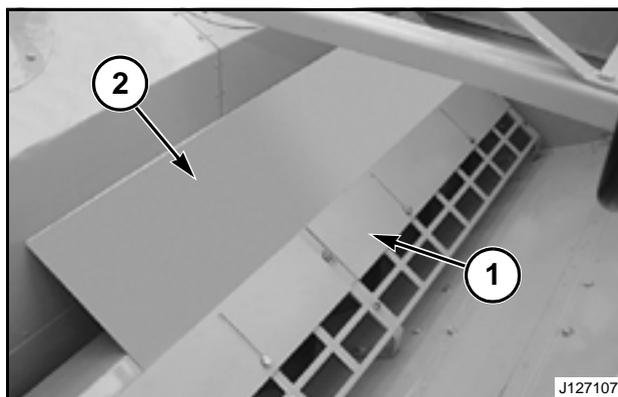

FIG. 223
FIG. 223: La cubierta con protector (1) ajustable en la rampa trasera, se ubica por encima del sinfín transversal de la tolva de granos. El protector ajustable (1) puede moverse hacia arriba para incrementar el grado de descarga y viceversa, de acuerdo al tipo de cosecha.